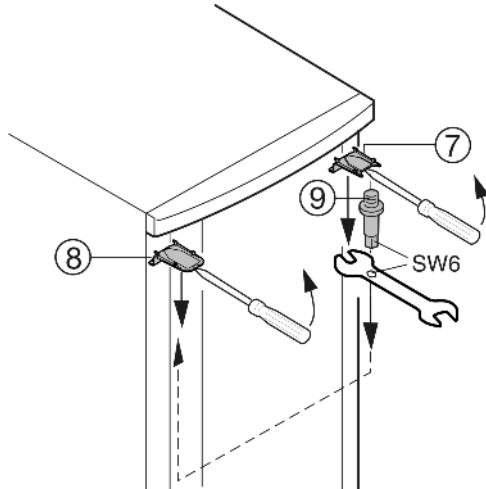

Fig. 5
- ▶ En haut, déclipser le cache Fig. 5 (7) et le cache Fig. 5 (8) avec un tournevis et les enlever inclinés vers le bas.
- ▶ Retirer les pivots d'appui Fig. 5 (9) et les visser du côté opposé, (**avec un couple de serrage 4 Nm**). Pour ce faire, avoir recours à la clé à six pans de la clé à fourche jointe.
- ▶ Remonter le cache Fig. 5 (7) sur le côté où se situe la charnière : l'insérer par l'arrière et l'encliqueter sur l'avant.
- ▶ Monter le cache Fig. 5 (8) sur le côté opposé : l'insérer par l'arrière et l'encliqueter sur l'avant.
- ▶ Enclencher la porte sur le pivot d'appui Fig. 5 (9) et fermer la porte.